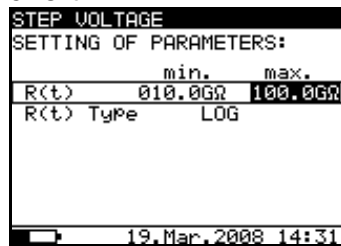

Bild 27. Einstellmenü für das R(t)-Diagramm
- Drücken Sie die Taste **SELECT**, um die Parameter für **Graph R(t)** einzustellen, siehe **Bild 27**. Drücken Sie die Taste **ESC**, um zum Grund-Einstellmenü in der Funktion **Step Voltage** (Stufenspannung) zurückzukehren.